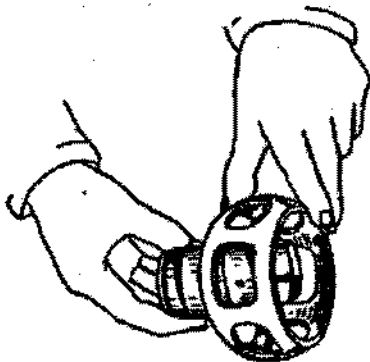

Fig. 3-80. Separação do aro interno e gaiola.
14. Remover o aro interno da gaiola, posicionando uma das saliências do aro no alojamento alargado da gaiola (fig. 3-80) e, a seguir, destocar o aro em direção à borda reta do alojamento.